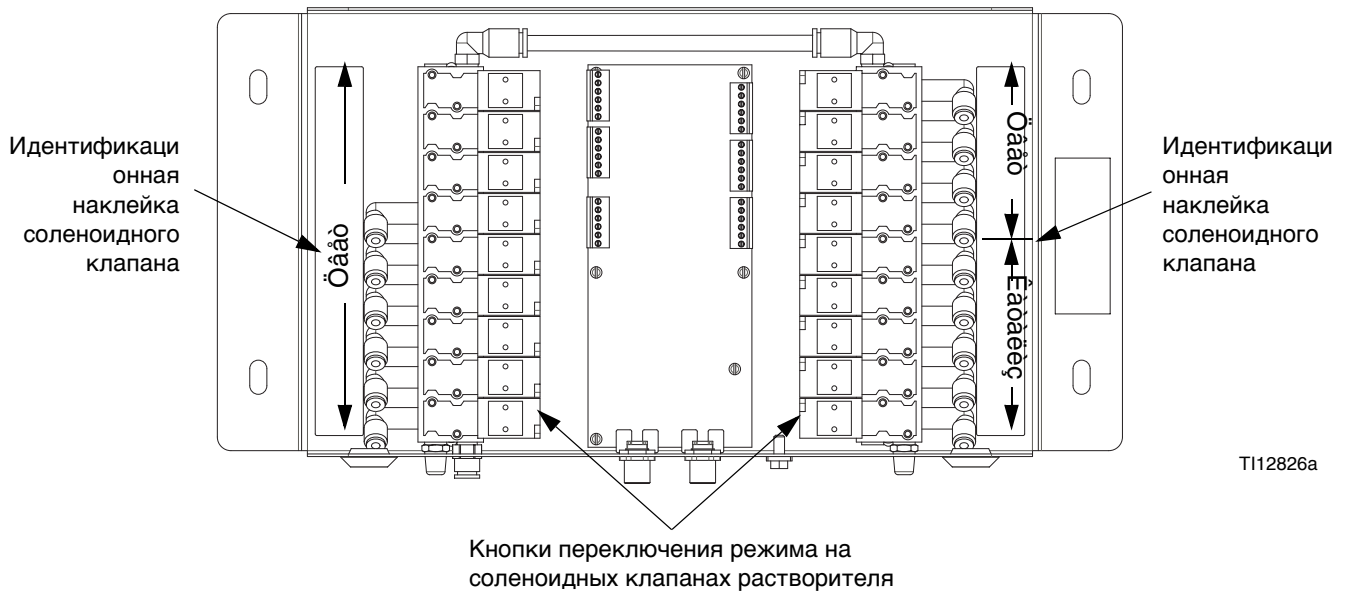

Рис. 3. Соленоидные клапаны смены цвета
4. См. Рис. 3. Откройте модуль смены цвета. Используя идентификационные наклейки на соленоиде в качестве указателя, нажмите и удерживайте кнопку переключения режима на каждом соленоидном клапане смены цвета до тех пор, пока поток из пробоотборного клапана не остановится.
4. См. Рис. 3. Откройте модуль смены цвета. Используя идентификационные наклейки на соленоиде в качестве указателя, нажмите и удерживайте кнопку переключения режима на каждом соленоидном клапане цвета до тех пор, пока поток из клапана сброса А не остановится.
6. См. Рис. 3. Используя идентификационные наклейки на соленоиде в качестве указателя, нажмите и удерживайте кнопку переключения режима на каждом соленоидном клапане катализатора до тех пор, пока поток из клапана сброса В не остановится.